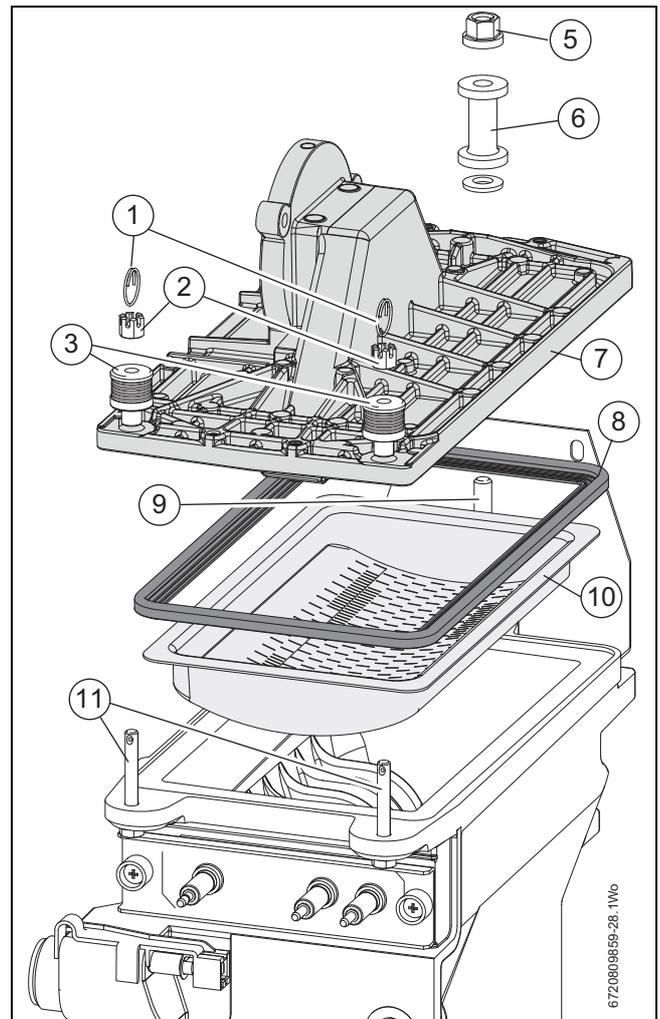

Рис. 56 Удаление горелки
- ▶ Чтобы прикрепить крышку горелки к теплообменнику, установите шайбы/пружину [3] и корончатую гайку [2] (см. рис. 56) на шпильки [11].